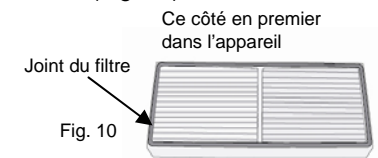

Fig. 10
4. Placez les filtres dans l'appareil afin de vous assurer que le joint latéral entre d'abord dans l'appareil. Remplacez ensuite la grille d'entrée d'air. (Fig. 10)